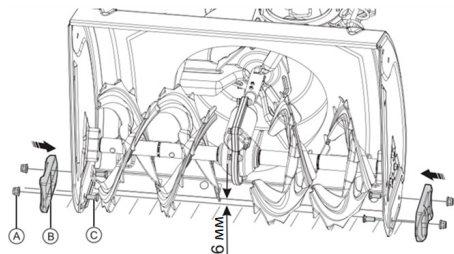

Рис. 13
Перед установкой опорных полозьев установите на машину колеса. Для установки полозьев в нижней части кожуха есть по два отверстия с каждой стороны. Четырьмя комплектами болтов M8x20 (C) и гаек M8 (A) зафиксируйте положение опорных полозьев (Рис. 13).